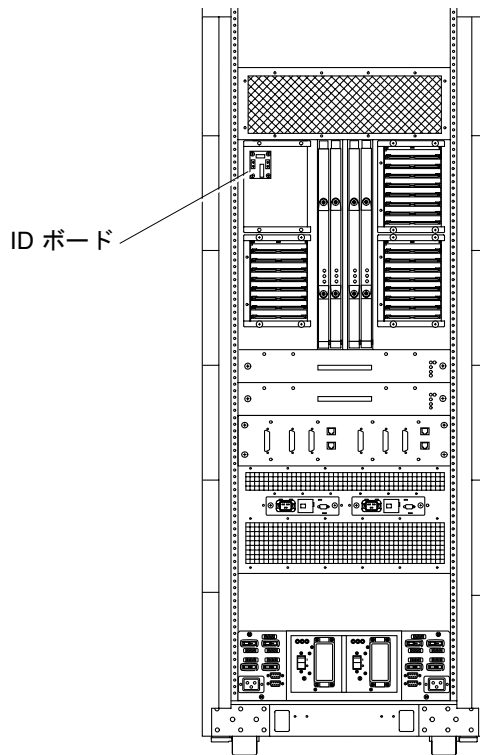

図 12-38 センタープレーンからの ID ボードの取り外し — Sun Fire 6800 システム
5. I/O アセンブリを取り外したあとの開口部で、ID ボードの端を持ってセンタープレーンから ID ボードを取り外します (図 12-38)。
2. I/O アセンブリを取り外したあとの開口部で、センタープレーンのコネクタに ID ボードを取り付けます (図 12-38)。